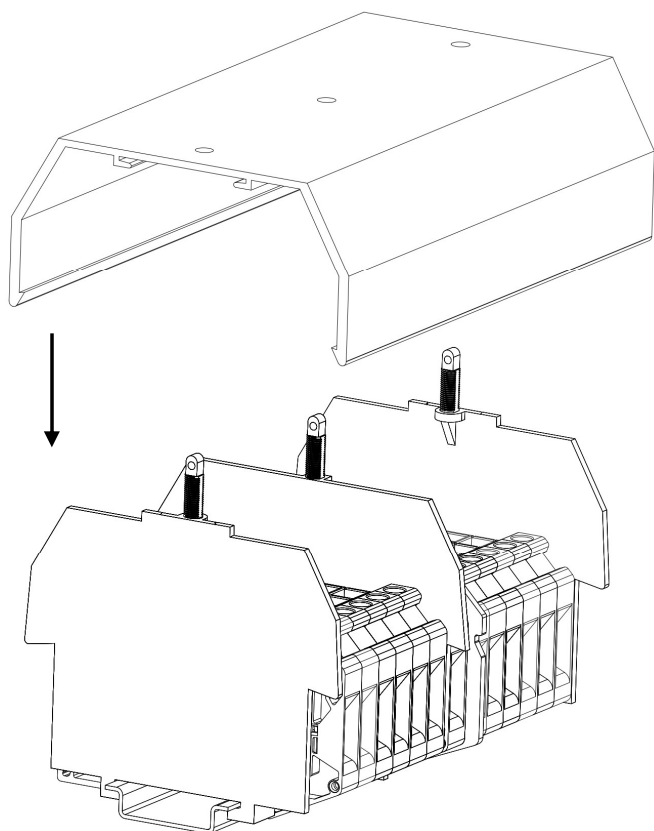
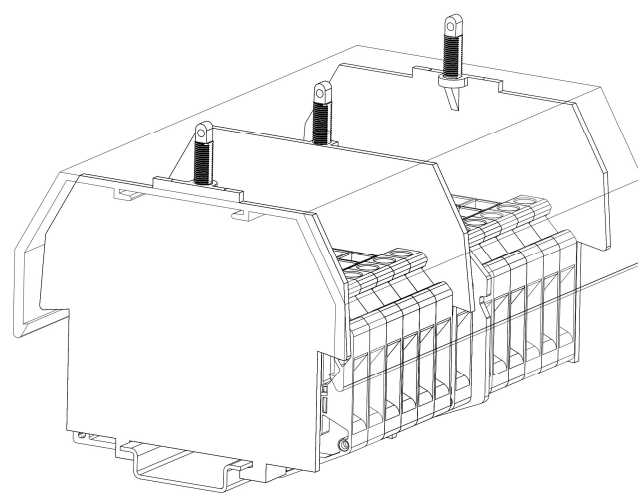

Рисунок 98 – установка защитного профиля
Рисунок 99 – установленный защитный профиль
- Установите защитный профиль на пластиковые штырьки с резьбой через проделанные отверстия (рис. 98; рис. 99).